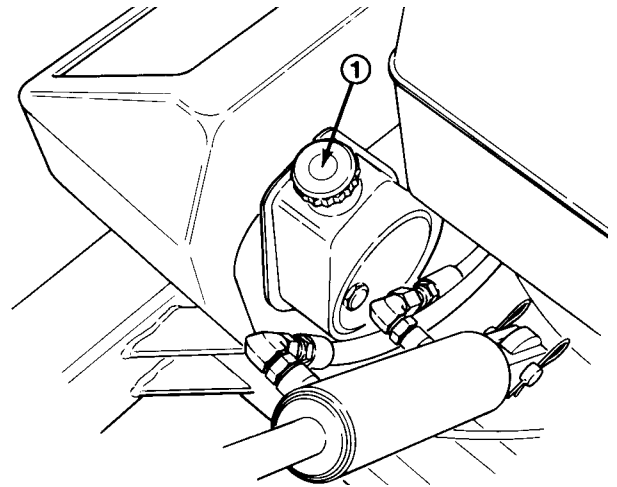

Bild 4
2. Den Ölmesstabdeckel (Bild 4) abschrauben und mit einem sauberen Lappen abwischen. Den Ölmesstabdeckel wieder aufdrehen, dann entfernen und den Ölstand ablesen. Wenn sich der Ölstand nicht innerhalb von 1,25 cm von der VOLL-Marke am Messtab befindet, SAE 10W-30 Motoröl nachfüllen, bis das Öl die VOLL-Marke erreicht. Nicht überfüllen.